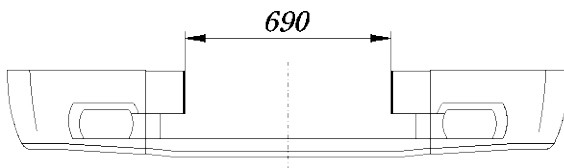

Рис. 1. Схема доработки облицовки бампера
4. Вырезать в средней части облицовки окно (см. рис.1)